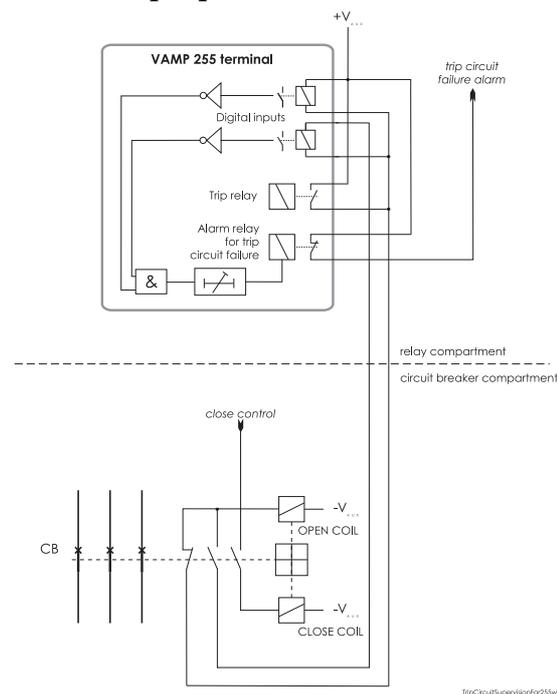

Figure 7.5.2-1. Surveillance du circuit de déclenchement avec deux entrées numériques
- La première entrée numérique est branchée en parallèle avec les contacts de déclenchement (Figure 7.5.2-1)
- Les deux entrées sont configurées pour être fermées normalement (NC).